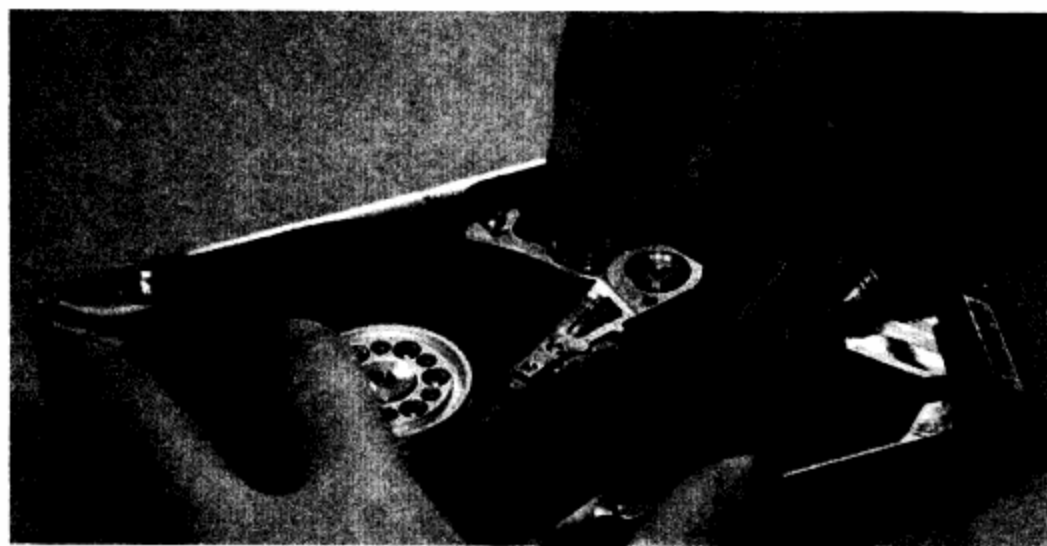

图7-18 放好磁头位置
**步骤 12** 现在需要做的就是将磁头位置放好，并把硬盘主板连线接好。如图7-18所示。